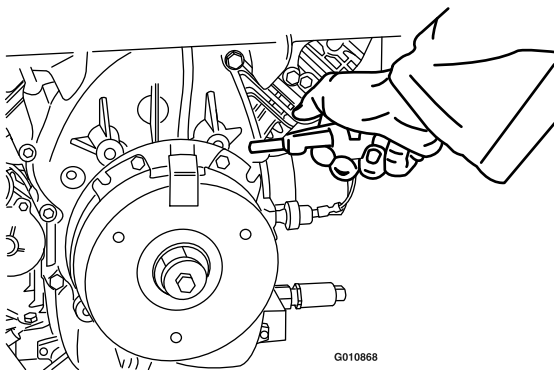

Figure 71
2. Soufflez de l'air comprimé sous le pôle et autour des entretoises du frein pour éliminer tout débris (Figure 71).